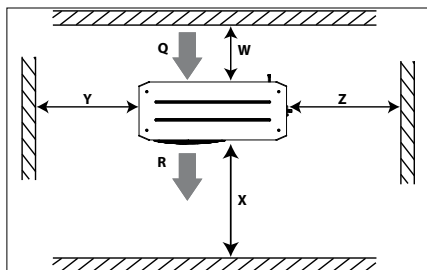

Ilustración 1: Distancias mínimas de montaje
- La unidad debe contar con espacio suficiente a su alrededor para la circulación de aire y la apertura de las compuertas. Consulte la ilustración 1 si desea conocer las distancias mínimas